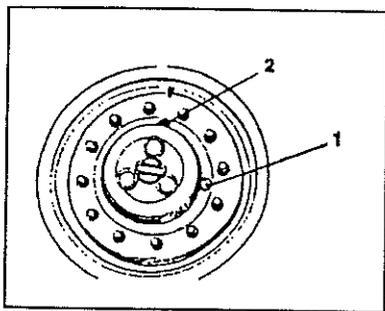

Fig. 29 - Engranaje planetario/posición de llenado de aceite
- 4 Llene con aceite nuevo a través del agujero (Fig. 29). Retire y coloque el tapón de nivel cuantas veces sea necesario hasta que el aceite comience a escorrer por el agujero horizontal (1). Ver las Especificaciones del Lubricante.